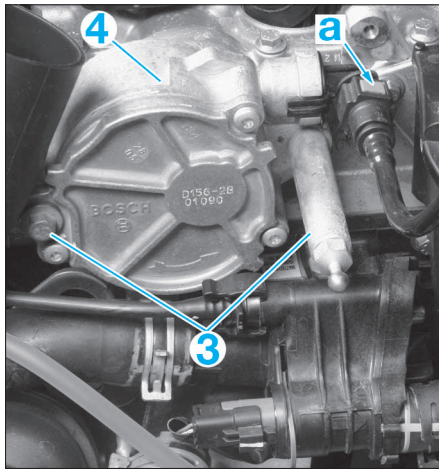

FIG. 21
- Désaccoupler la prise de dépression en "a" (Fig.21).
- les vis (3),